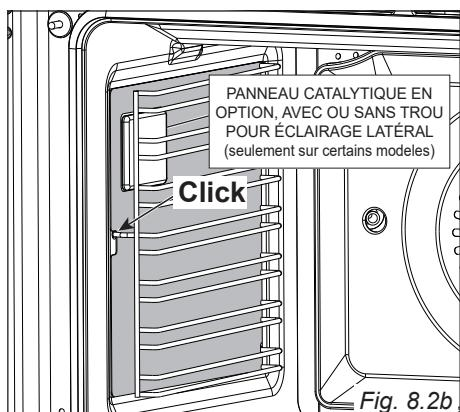

Fig. 8.2b
- Assembler les grilles métalliques sur les parois latérales du four en faisant glisser le dent avant de chaque grille dans le trou à l'avant du four (fig. 8.2b).